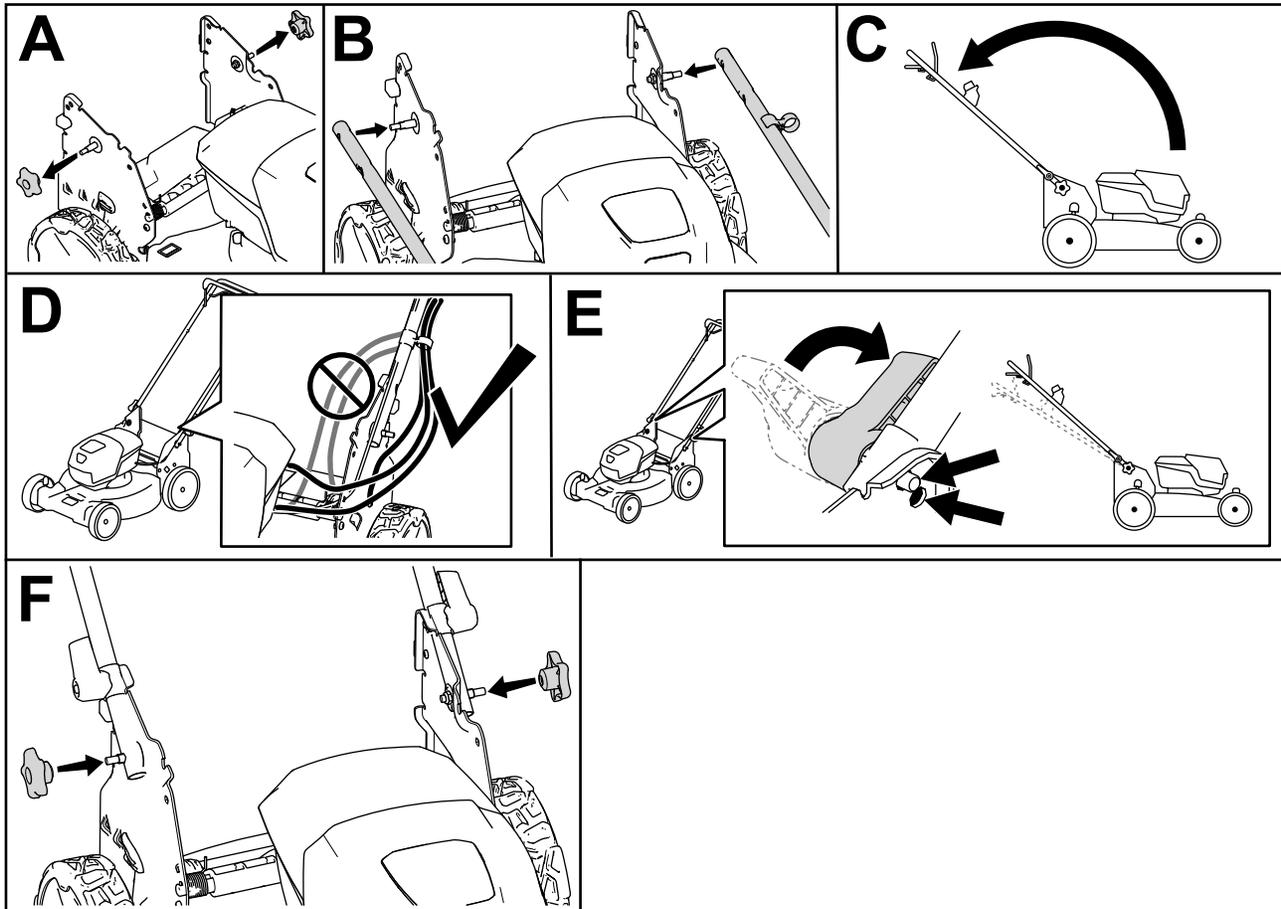

Figura 4
1. Rimuovete le manopole della stegola (A della Figura 4).
2. Utilizzando i fori alle estremità della stegola, collegate la stegola alla macchina (B della Figura 4).
3. Spostate indietro la stegola in posizione operativa (C della Figura 4).
4. Assicuratevi che i cavi siano disposti all'esterno della stegola (D della Figura 4).
5. Impostate i fermi della stegola fino a quando il perno non scatta in posizione per bloccare la stegola nella posizione operativa (E della Figura 4).
6. Fissate le manopole ai bulloni della stegola per fissare la stegola (F della Figura 4).